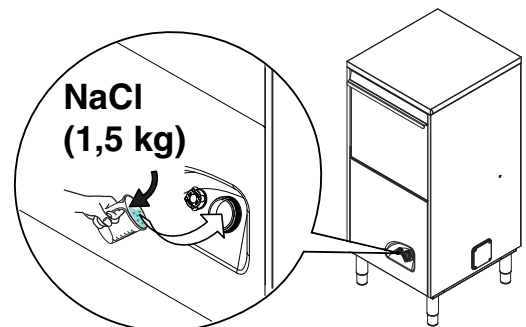

Fig. 24
- Llenar el recipiente "A" con sal de cocina gruesa [NaCl] hasta el nivel (se necesita aproximadamente 1,5 kg), utilizando el embudo que se suministra con los accesorios (Fig. 24).